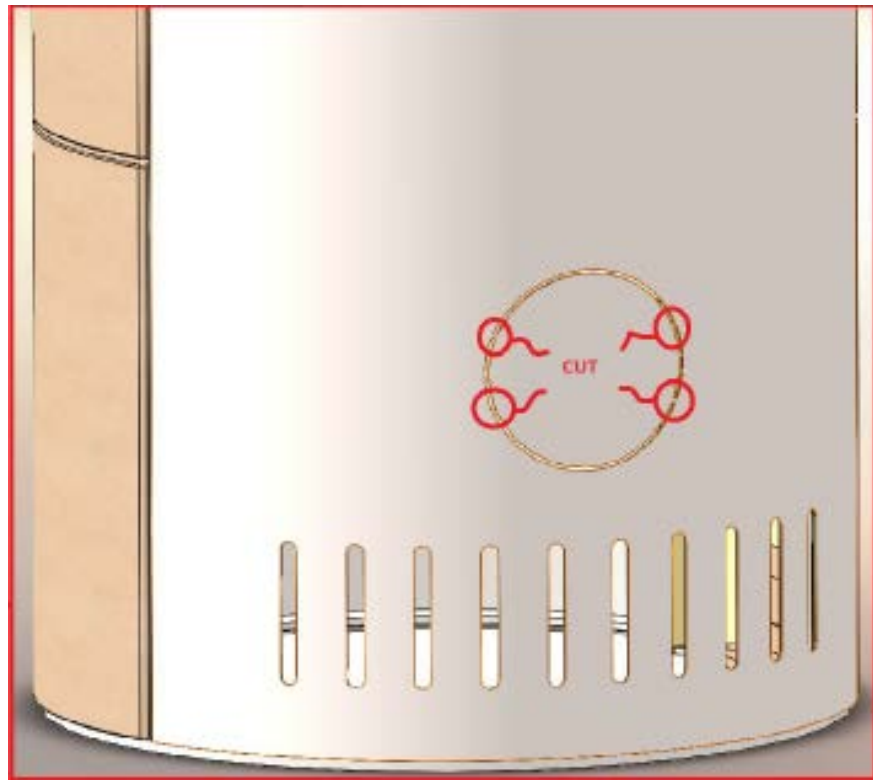
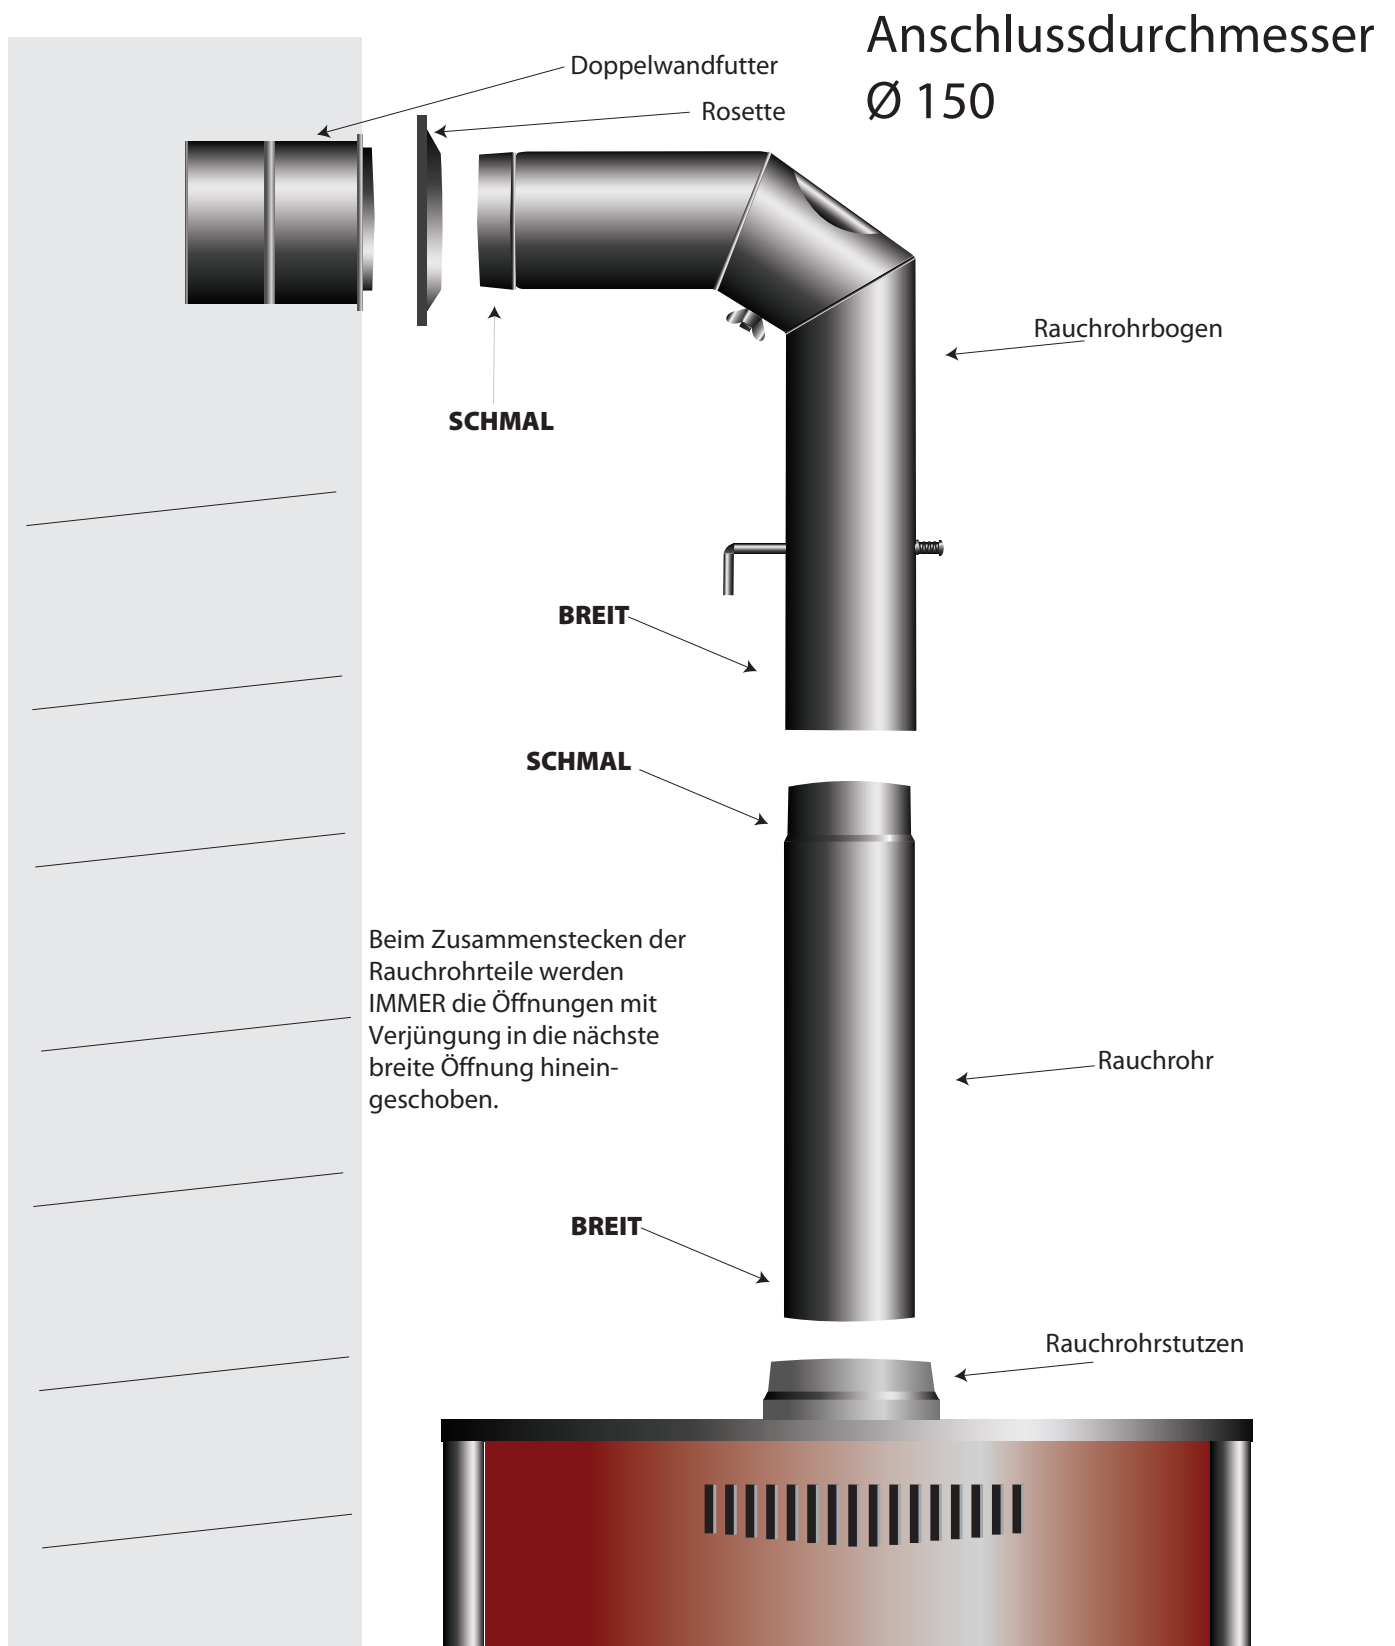

Abbildung 3 Schneiden der Mikrofugen im unteren Rückenbereich des Kamins
Abbildung 5 Anschluss des Kaminofens an den Schornstein
4. Abbildung 3 Schneiden der Mikrofugen im unteren Rückenbereich des Kamins	Seite 5
6. Abbildung 5 Anschluss des Kaminofens an den Schornstein	Seite 6
Der Kamin bietet die Möglichkeit, an eine externe Luftzufuhr angeschlossen zu werden. Hierfür wird ein flexibles Aluminiumrohr mit einem inneren Durchmesser von Ø125 und eine entsprechende Klemme benötigt. Eine externe Luftzufuhr wird empfohlen, wenn sich der Kamin unter ungünstigen Betriebsbedingungen befindet (siehe Tabelle 3) und zur Steigerung der Effizienz (Für einen ordnungsgemäßen Betrieb des Kamins ist eine Luftzufuhr erforderlich. Wenn Raumluft verwendet wird, muss das Fenster häufiger geöffnet werden). Die Anschlussdarstellung an die externe Luftzufuhr ist in Abbildung 5 zu sehen. Die Verbindung kann durch den Fußboden des Raumes oder durch die Wand erfolgen. Die Verbindung kann an der Rückseite oder unten erfolgen. Abbildung 3 und 4 zeigt den Vorgang zum Austausch des Anschlusses der externen Luftzufuhr und der Abdeckung.